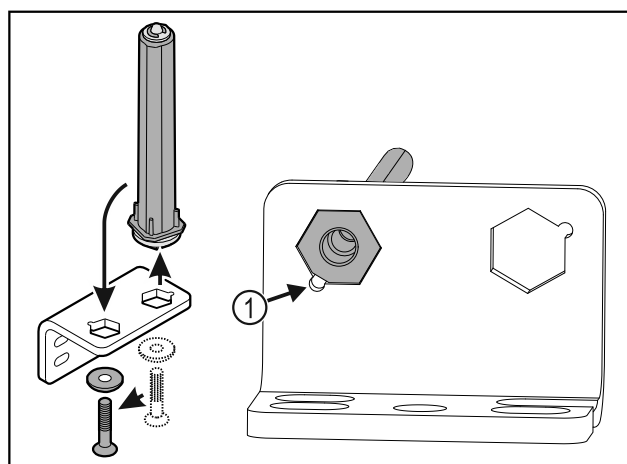

Fig. 32
- ▶ Zwrócić uwagę, aby podczas wkładania ścięcia sworznia Fig. 32 (1) było skierowane na okrągły otwór.